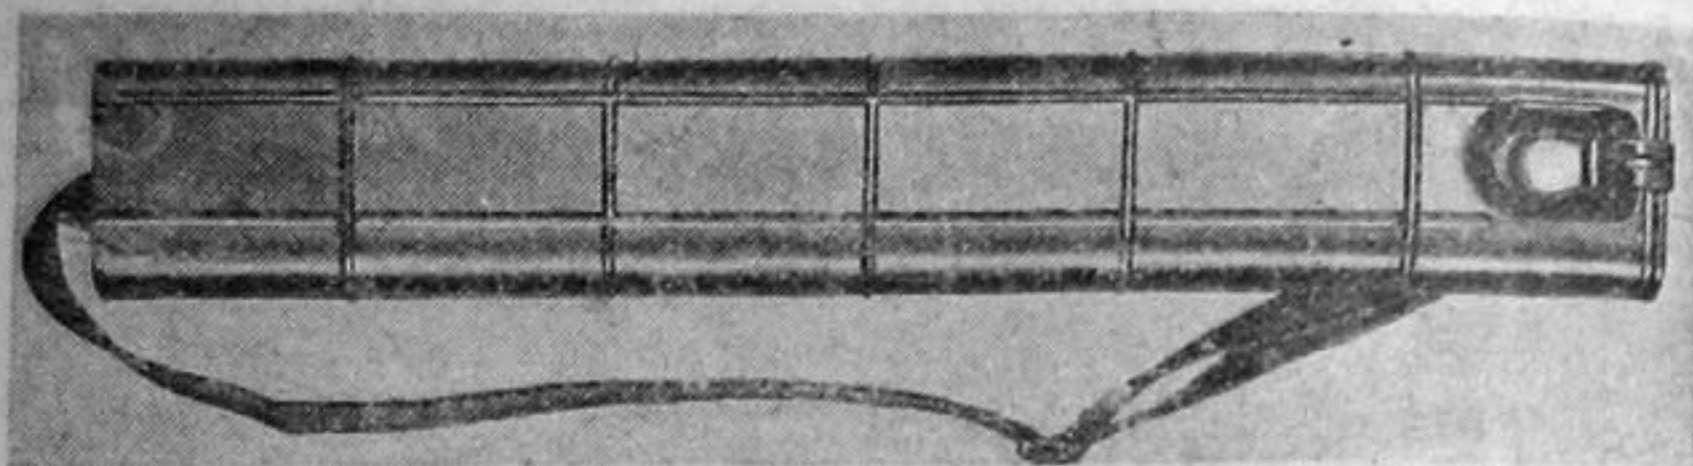

Рис. 15. Футляр для переноски запасных стволов
6. Придать пулемету горизонтальное положение и вставить в кожух запасной ствол, находящийся в футляре для переноски (рис. 15); предварительно убедиться, что в канале ствола нет постороннего тела.